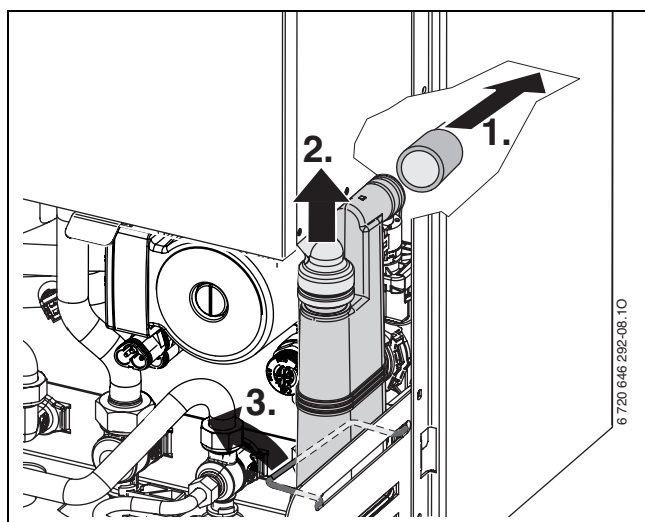

Fig. 52
- Smontare il sifone di scarico condensa (→ fig. 52). Per evitare fuoriuscite di liquidi, posizionare un recipiente sotto il sifone.